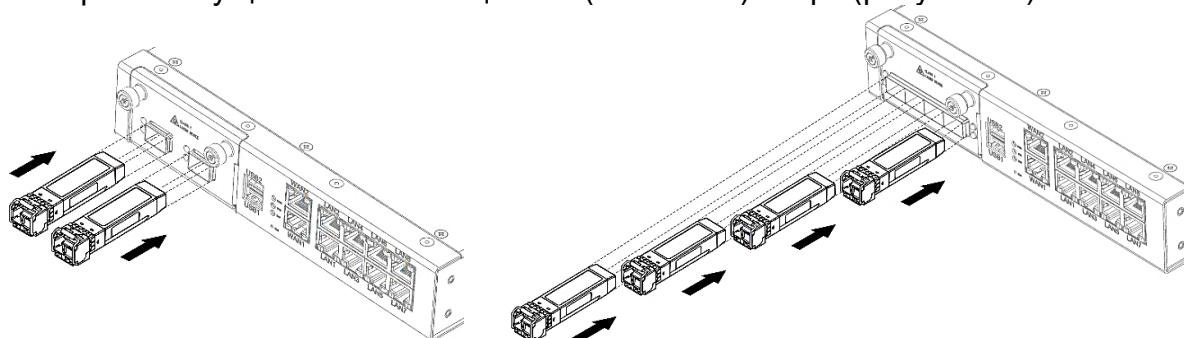

Рисунок 60 – Установка SFP-трансиверов в слоты модулей расширения
2. Установка SFP-трансиверов в соответствующие слоты всех модулей расширения осуществляется защелкой (этикеткой) вверх (рисунок 60).